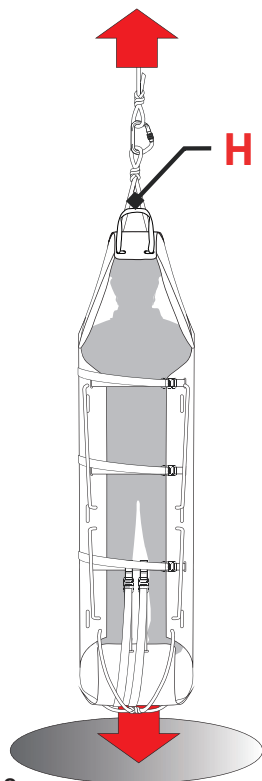

Fig.18
Calate e recuperi nel vuoto (fig. 18) con la corda	2400 kg
- **Calate e recuperi nel vuoto (fig. 18)**